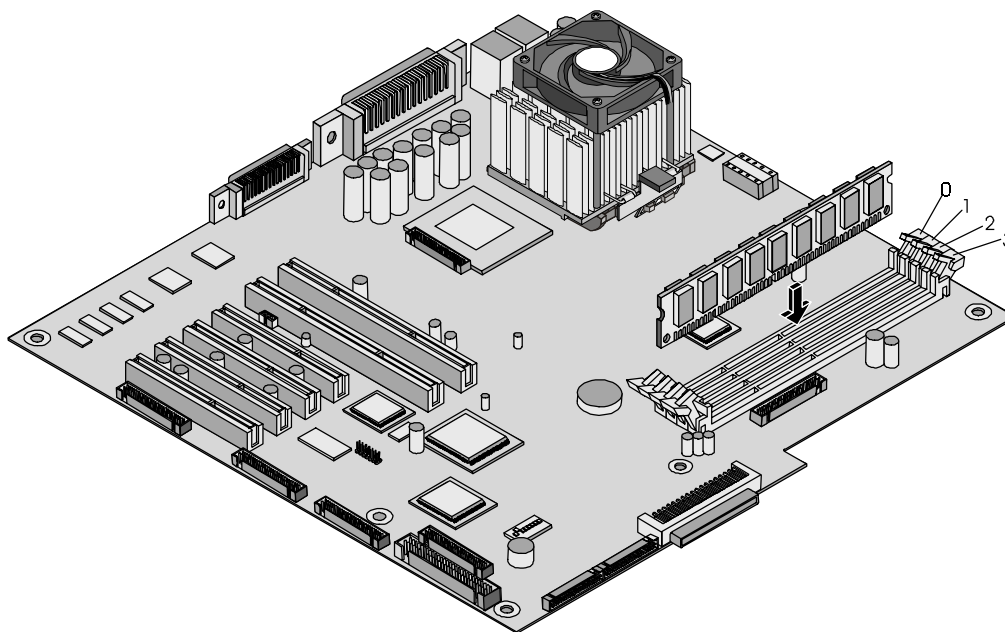

Figura 3-15. Inserción del DIMM
8. Sostenga el DIMM en un ángulo de 90 grados respecto a la placa del sistema y empújelo con firmeza y uniformidad dentro de la ranura hasta que se cierren los enganches de retención. Consulte la Figura 3-15.